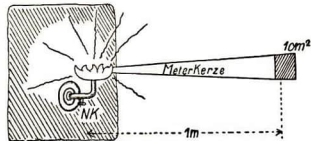

Abb. 217. Lichtstrom der Hefnerkerze
**5. Normalkerze (NK)** nennt man eine **bestimmte Flamme** (Abb. 217). Den Lichtstrom, den sie in  $1 \text{ m}$  Entfernung senkrecht auf  $1 \text{ cm}^2$  sendet, nennt man **Meterkerze (MK)**!